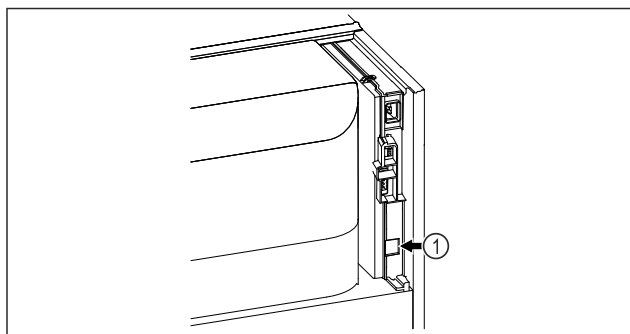

Fig. 109
- SmartModule Fig. 109 (1) naudojamas.